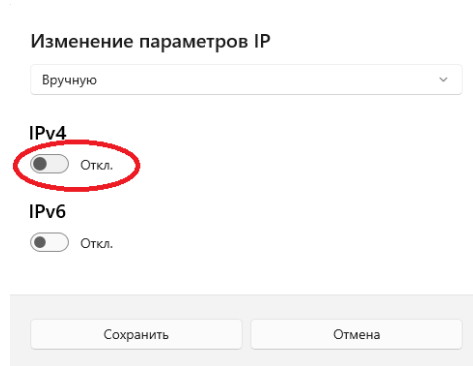

Рис. 1.6 Выбор режима «IPv4»
- Далее включить режим «IPv4» (рис. 1.6).